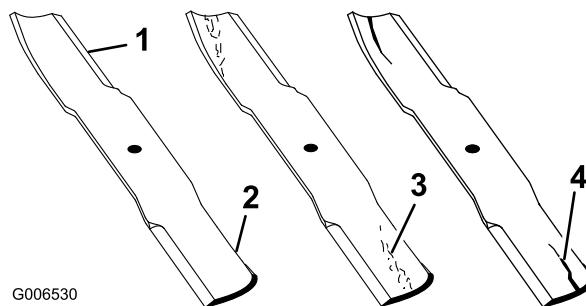

Figura 31
2. Verificate accuratamente i taglienti, con particolare attenzione ai punti d'incontro delle sezioni piatta e curva della lama (Figura 31). Sabbia e materiali abrasivi possono consumare il metallo che connette le sezioni piatta e curva della lama, per cui si consiglia di controllare la lama prima di usare la macchina.
Se notate che la lama è consumata (Figura 31), sostituitela; vedere Rimozione della lama.
Se continuate ad usare la lama usurata, si forma una scanalatura tra la costa e la sezione piatta della lama (Figura 31). Alla fine, un pezzo di lama può staccarsi e venire lanciato dal sottoscocca, con il rischio di ferire gravemente voi o gli astanti.